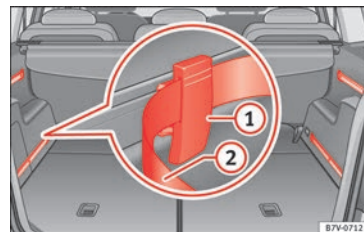

Fig. 169 I bagagerummet: system med skinner, forskydelige fastgørelseselementer (1) og indstillelige spændebånd (2)
- Sæt fastgørelseselementet med rillerne opad » Fig. 169 (1) ind i skinnen oppefra, og tryk det ind nederst.